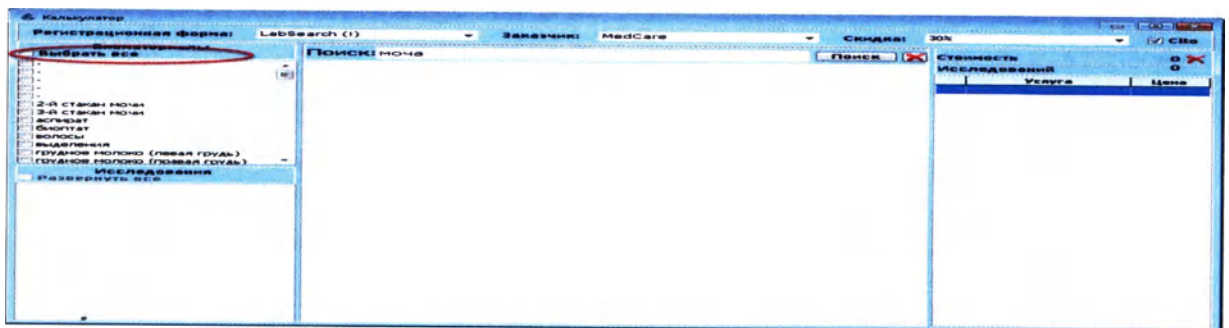

Рисунок 2.8
- а. Если необходимо выбрать несколько биоматериалов, снимите галку в поле «Выбрать все», если она установлена (Рисунок 2.8):